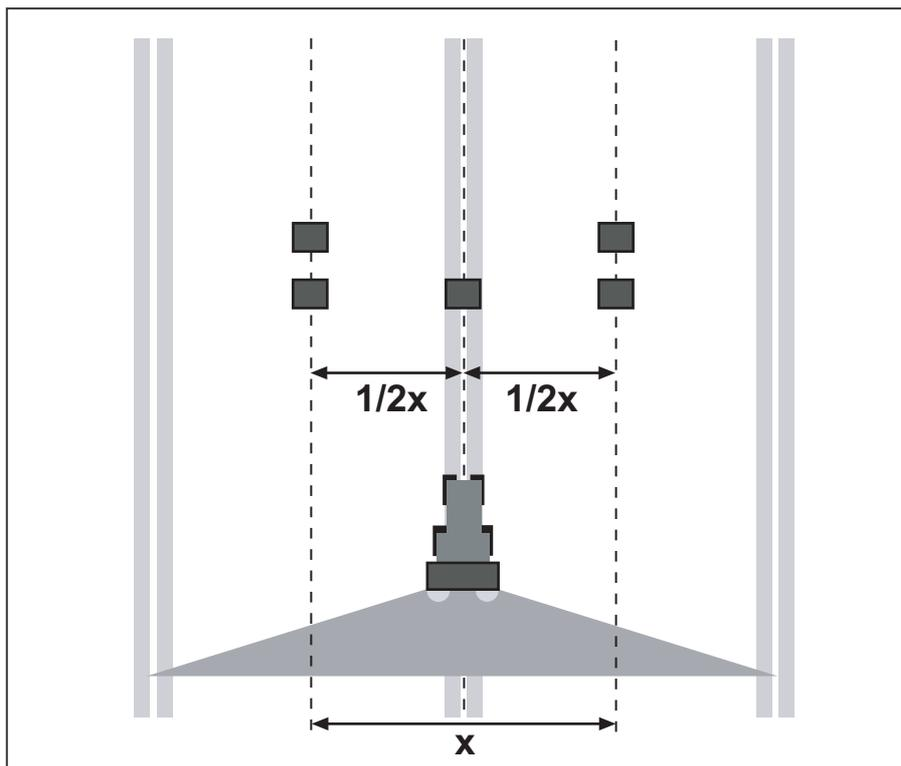

Рисунок 8.13: Установка для одного прохода
- Установите по два поддона на расстоянии **1 м** один за другим в зонах перекрытия (между технологическими колеями) и один поддон внутри технологической колеи (согласно Рис. 8.13).